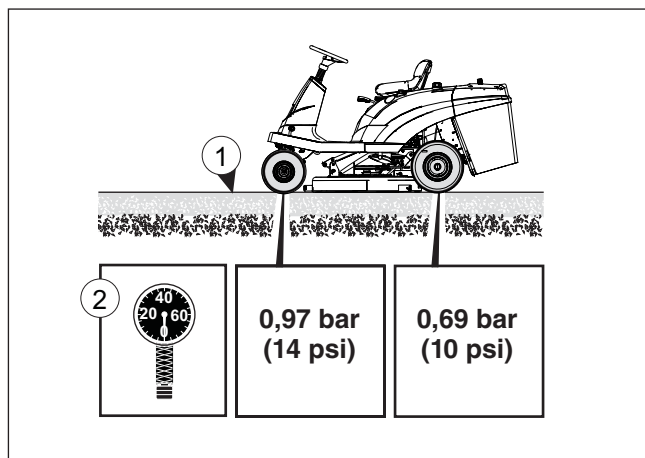
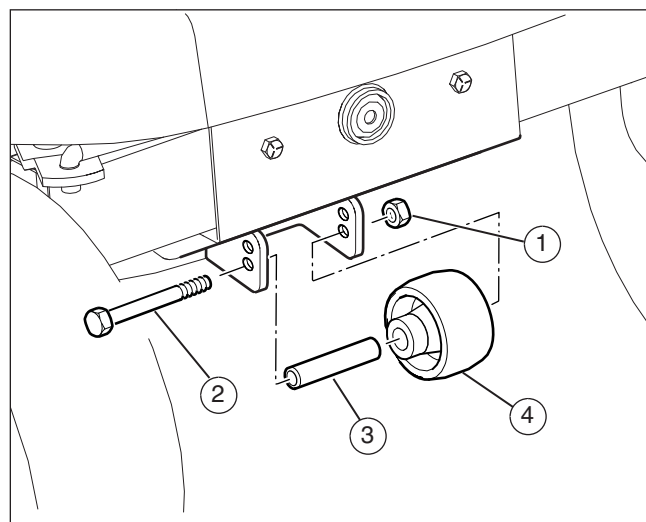
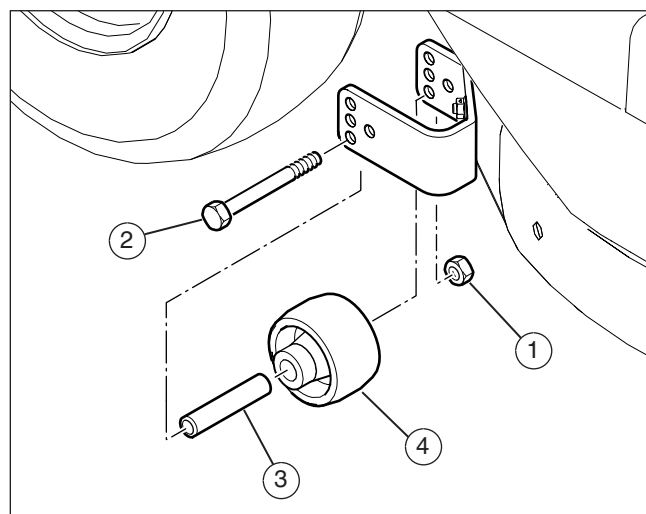

Figura 24
Figura 25
Figura 26
1. Accertarsi di essere su di una superficie solida e in piano (1) (vedere Figura 24).
2. Controllare la pressione d'aria dei pneumatici (2). Se la pressione non è corretta, la falciatrice non taglierà in livello. Accertarsi che i pneumatici siano gonfiati a: pneumatici anteriori 0,97 bar (14 psi), pneumatici posteriori 0,69 bar (10 psi).
3. Togliere la ruota limitatrice della profondità dalla parte anteriore del piano di falciatura (Figura 25) e le due ruote limitatrici della profondità dalla parte posteriore (Figura 26).
12. Rimontare le ruote limitatrice della profondità sulle staffe del piano di falciatura (vedere **Figura 25 e 26**).
1. Togliere il dado (1), il bullone (2), il manicotto (3) e la ruota limitatrice della profondità (4) dalla staffa (vedere **Figura 25 e 26**).